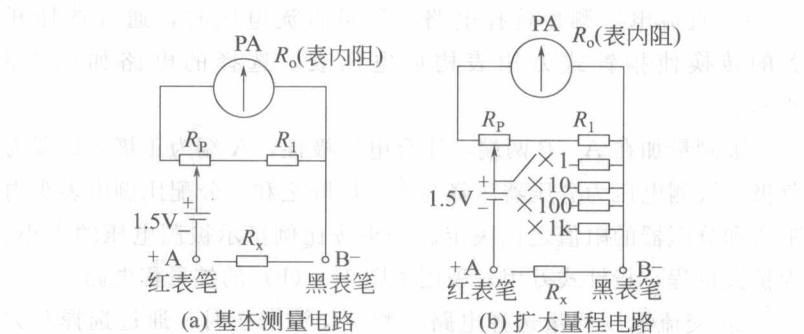

图 1-5 测量电阻值的选择电路
④ 测量电阻值的选择电路 测量电阻时，通过选择开关的转换使指针式万用表构成欧姆表，选择的电路如图 1-5 所示。
欧姆表电路由表头、分流器、调零电位器和电池组成。当 A、B 两端短接时，调节电位器 R_P 实现表的电气调零功能。当 A、B 两端接入被测电阻 R_x 时，指针式万用表的指针就直接指示出欧姆值。欧姆表电路换挡原理如图 1-5 所示。